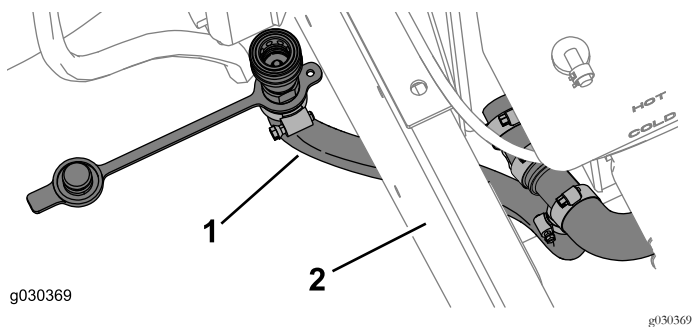

Bild 32
- Verlegen Sie den kurzen Schlauch, wie in Bild 32 abgebildet.